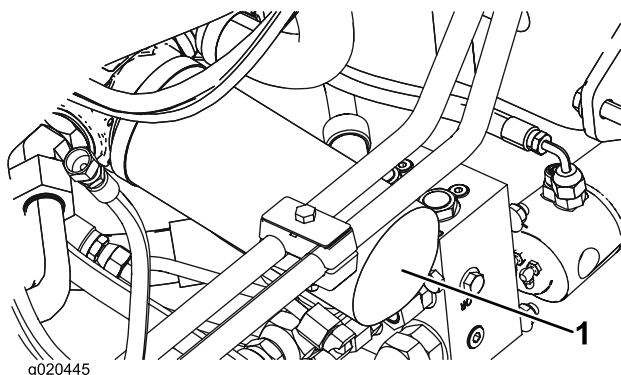

Bild 73
2. Reinigen Sie die Kontaktfläche um den Filter. Stellen Sie eine Auffangwanne unter den Filter und entfernen den Filter (Bild 73).